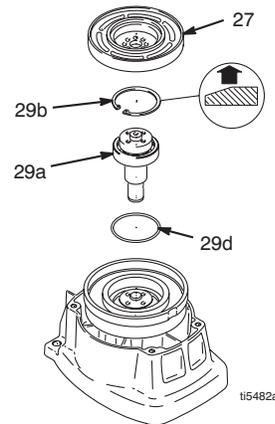

ABB. 6
6. ABB. 6. Den Haltering (29b) entfernen.
7. ABB. 6. Die Ritzelwelle (29a) mit einem Plastikhammer hinein klopfen.